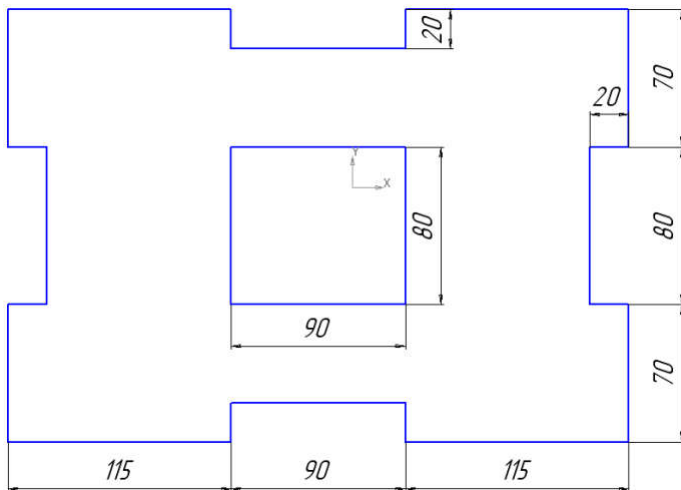

Рис. 1 Команда «Отрезок», «Прямая», «Полилиния»
9. Выполнить самостоятельно геометрические построения, используя команды «Отрезок», «Прямая», «Полилиния» (см. рис. 1,2,3)